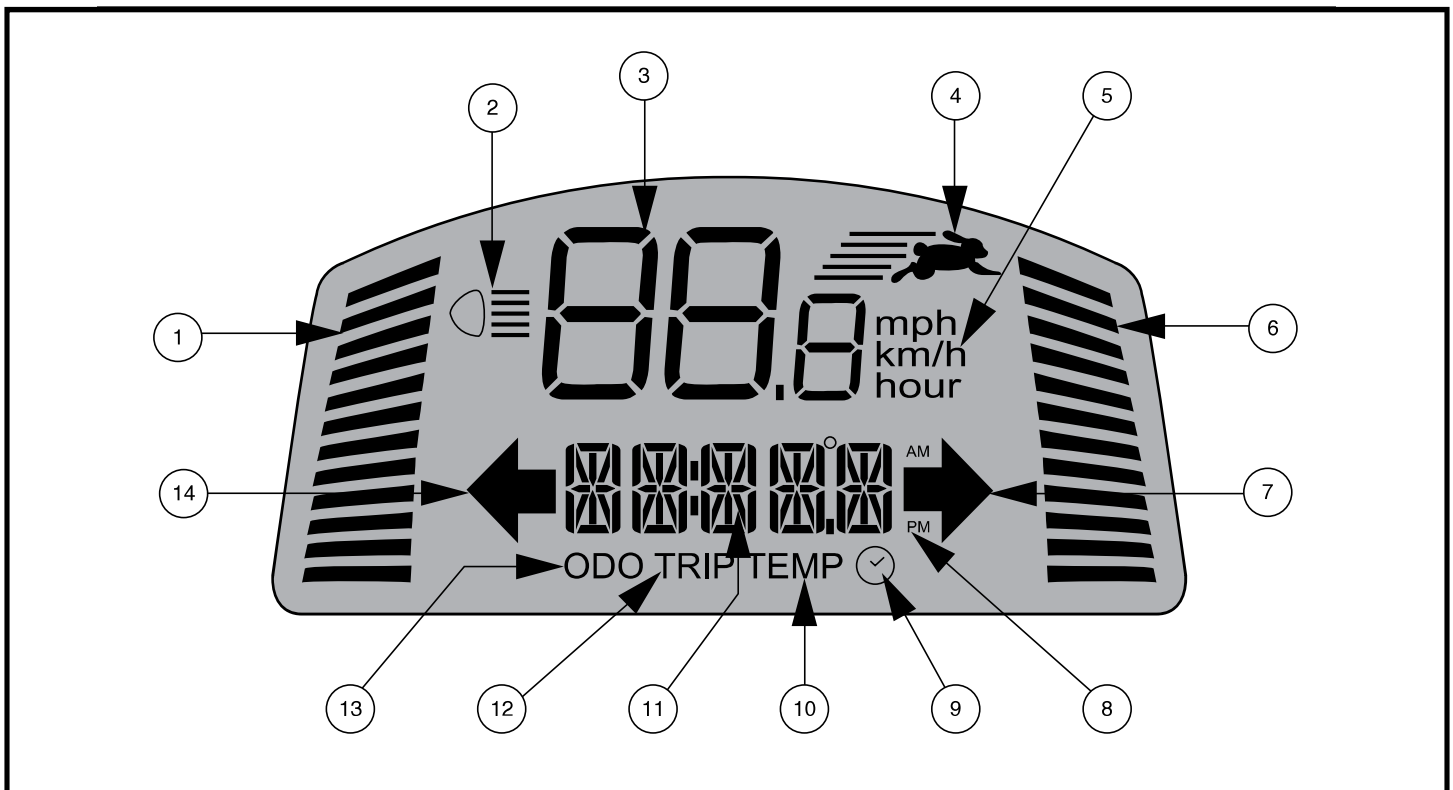

Figura 4. Schermo LCD
- Premere una volta il pulsante High-Low per impostare la velocità sulla regolazione alta. L'indicatore High-Low viene visualizzato sullo schermo LCD. **Vedere figura 4.** L'uso di questa impostazione insieme ai pulsanti di regolazione della velocità consente allo scooter di raggiungere la velocità massima pre-programmata.
Questi pulsanti di regolazione consentono di pre-selezionare e limitare la velocità dello scooter. Questa è indicata nell'apposito indicatore di velocità massima sullo schermo LCD. **Vedere figura 4.**
*NOTA: Maggiore è il numero delle barre illuminate all'interno dell'indicatore di velocità massima, maggiore sarà la velocità massima pre-selezionata. Vedere figura 4.*
Il pannello di controllo LCD offre comode informazioni intuitive tramite lo schermo LCD. **Vedere figura 4.** Lo schermo LCD si utilizza anche per l'attivazione delle diverse impostazioni del pannello di controllo. **Vedere grafico 1.**